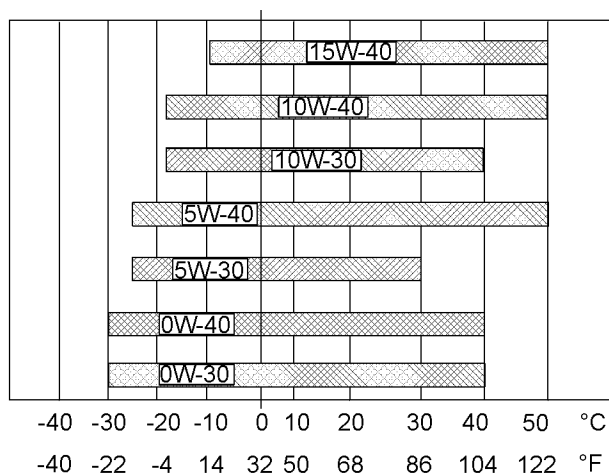

Рис. 25
Для определения вязкости масла, необходимой для холодного пуска двигателя, см. рисунок 25 (минимальная температура).
Для определения вязкости масла, предназначенного для работы при максимальной ожидаемой температуре окружающей среды, см. рисунок 25 (максимальная температура).
- См. соответствующие “данные о вязкости смазочных материалов”. Чтобы узнать подходящий класс вязкости масла для вашего двигателя, см. рисунок 25 .